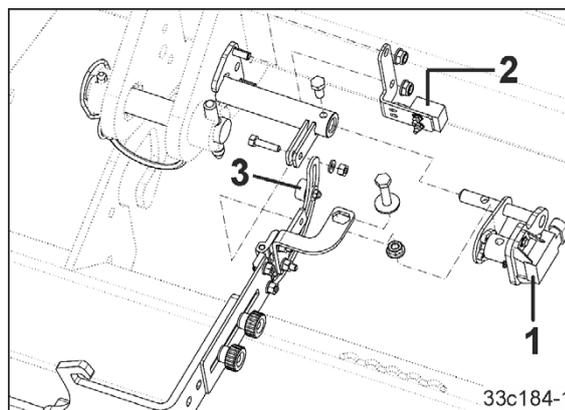

Fig. 51
- sensor de posición de trabajo analógico (Fig. 51/1) para una combinación de máquinas con sistema ISOBUS
- sensor de posición de trabajo (Fig. 51/2) para supervisión de conductos de semillas con imán de regulación (Fig. 51/3).